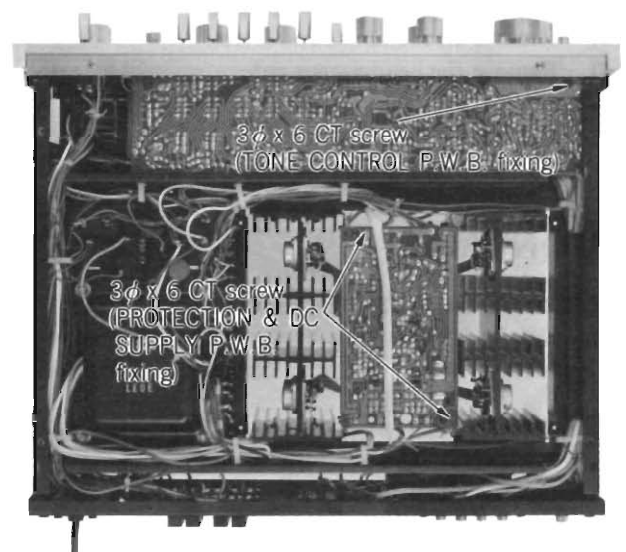

Fig. 4
- (5) Remove the one screw of the printed wiring board. (Fig. 4)
- (1) Remove the two screws of the printed wiring board. (Fig. 4)
- (2) Carefully pull out the printed wiring board from the connector.
- (5) Défaire les un vis de la plaquette de circuit imprimé comme le montre la Fig. 4.
- (1) Défaire les deux vis de fixation de plaquette de circuit imprimé comme le montre la Fig. 4.
- (2) Séparer délicatement la plaquette de circuit imprimé du connecteur.